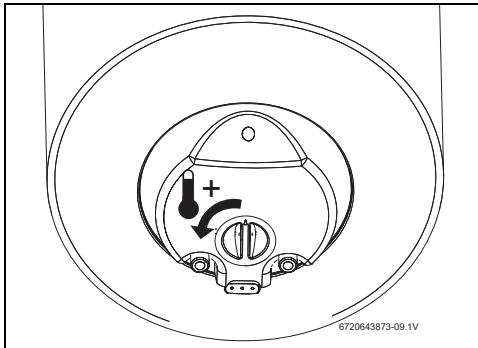

Fig. 10 Aumentar la temperatura
- ▶ Posicionar el termostato en la posición máxima de temperatura, girar el selector de temperatura para la izquierda hasta el tope (→ Fig. 10).